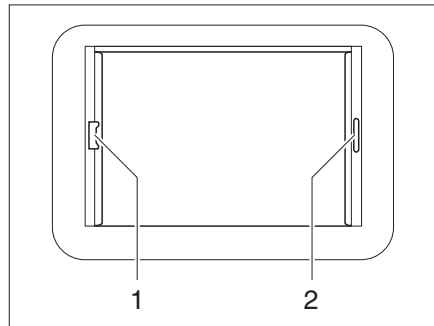

Bild 53 Heki-taklucka, rullgardinsläs
- Håll i handtaget (Bild 53,2), drag ut plisségardinen och släpp den i önskad position. Plisségardinen stannar i denna position.
- Drag, med handtaget (Bild 53,1), insektsnätet till plisségardinens handtag (Bild 53,2) på den motsatta sidan, där det hakas i.
- Tryck insektsnätets handtag bakåt, uppåt och haka av insektsnätet från plisségardinen (Bild 53,2).